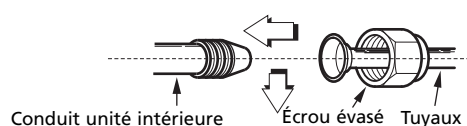
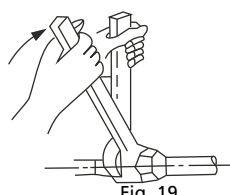

Fig. 18
Fig. 19
- Serrer l'écrou évasé d'abord à la main puis à l'aide d'un tendeur et d'une clé dynamométrique comme illustré (voir fig. 18 et fig. 19).